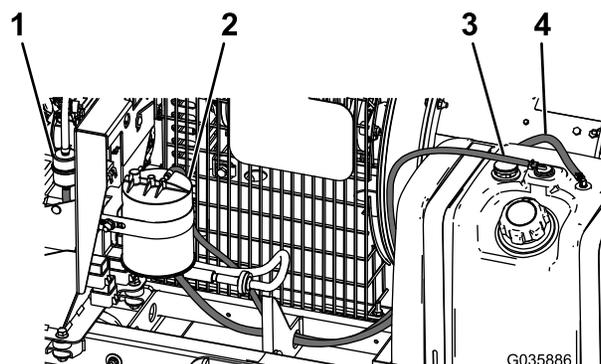

Рисунок 8
8. Присоедините шланг длиной 1,6 м к топливному баку и топливному фильтру, используя ранее снятые шланговые хомуты, как показано на **Рисунок 8**.
9. Присоедините шланг длиной 1,5 м к топливному баку и фильтру с угольным элементом, используя ранее снятые шланговые хомуты, как показано на **Рисунок 8**.